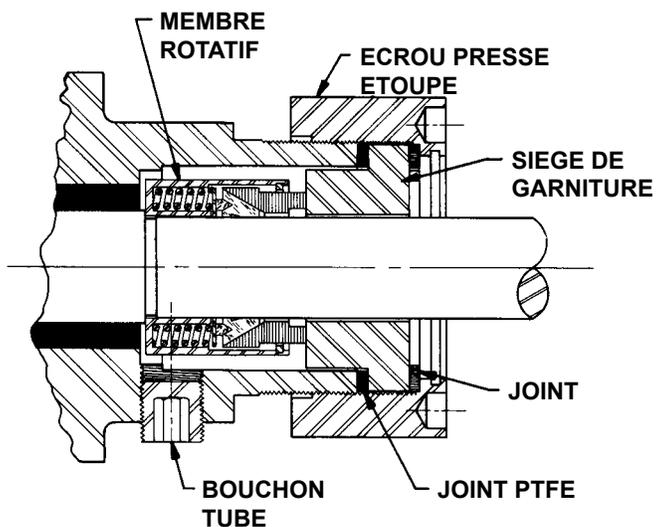

FIGURE 5
7. **PROCEDURE DE DEMONTAGE RESTANTE** pour la pompe à garniture mécanique série 4724. (Voir Fig. 5). Retirez le bouchon de tube à tête creuse de 1/8" pouces sur le boîtier et dévissez les deux vis d'arrêt à tête creuse sur la Garniture mécanique.
REMONTAGE DE LA SERIE 4724 (Voir Fig. 5).